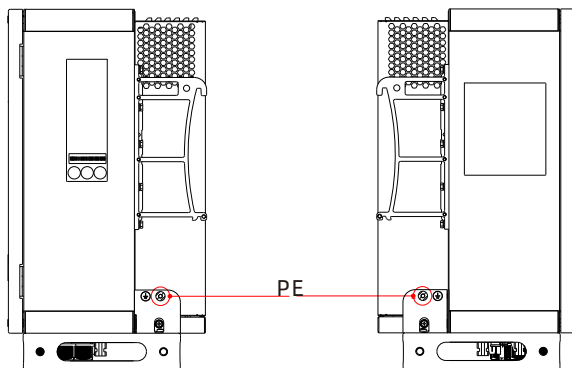

图 6.8 保护接地位置
4. WIT 29.9-50K-XHU系列光储一体机保护接地位置如图6.8所示。